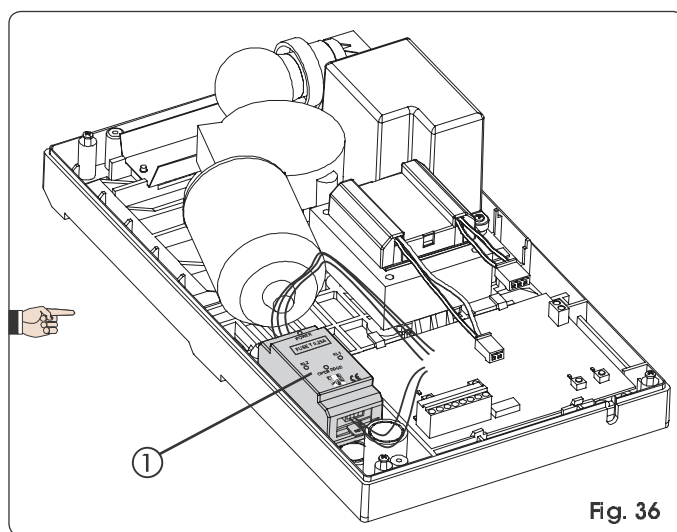

Fig. 36
El uso del borde de seguridad con elemento conductivo está facilitado por la posibilidad de alojar a bordo del operador la correspondiente centralita (Fig. 36 ref. ①).
- Aloje la unidad de control como se indica en la Fig. 36.